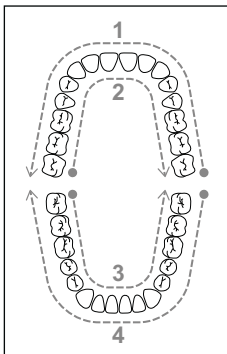

Abb. 10
- ◆ Sie können sich für die Abfolge der Reinigung an folgender Abbildung orientieren (siehe Abb. 10). Die Zahlen in der Abbildung stehen für die Reihenfolge der zu reinigenden Gebissbereiche: